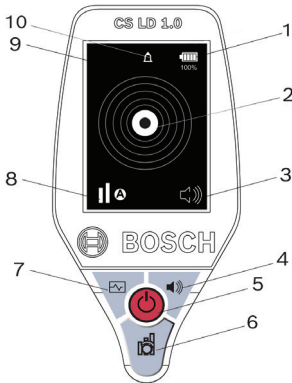

Fig. 1.1 : HMI Vue du CS LD 1.0
Une fois que l'appareil a terminé son cycle de préchauffage, il sélectionne par défaut la sensibilité moyenne et le mode automatique (voir pos. 8, Fig. 1.1). Pour régler la sensibilité, appuyer sur la touche de sensibilité (pos. 6, Fig. 1.1) une fois pour choisir la haute sensibilité (trois barres) et une autre fois pour choisir la basse sensibilité (une barre). En appuyant une troisième fois, on retourne à une sensibilité moyenne.
Pour accéder au mode traçage des fuites, appuyer sur la touche du graphique pos. 7, Fig. 1.1. Ce mode permet à l'utilisateur de repérer avec précision les petites fuites. Le "curseur" se déplacera de gauche à droite en suivant la sortie de la sonde. L'axe horizontal du graphique (axe des x) représente une ligne de temps de 0 à 8 secondes ; l'axe vertical (axe des y) indique le changement d'intensité du signal.